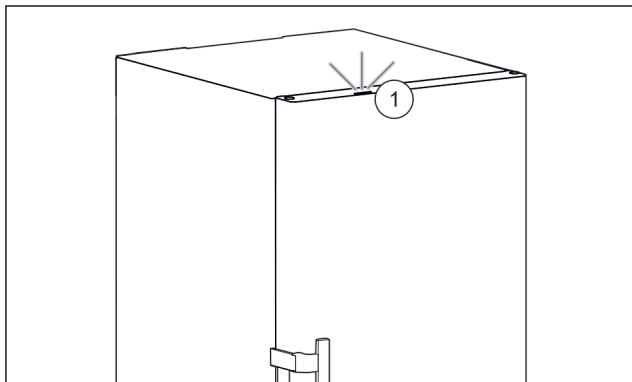

Fig. 90 Spia di stato attiva quando lo sportello è chiuso
- ▶ La spia di stato Fig. 90 (1) è attivata.